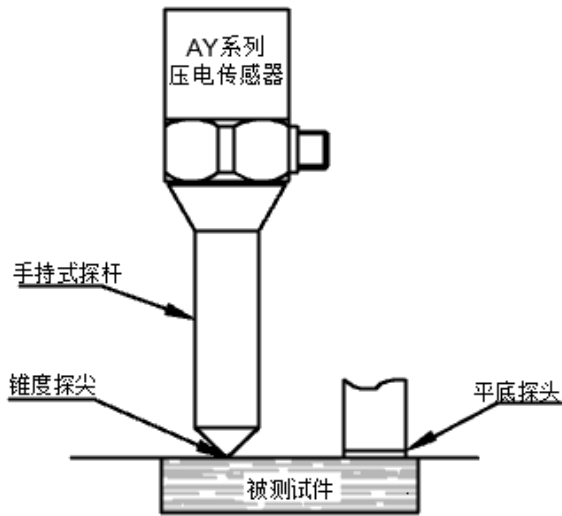
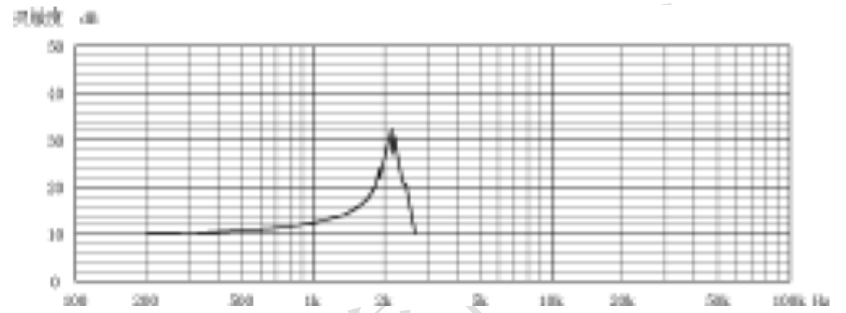

图 11 探针安装示意图
图 12 探针安装频响曲线图
(5) 探针安装：当因测试表面狭小等，不能采用以上较为可靠的安装方法时或对设备进行快速巡检时，手持探针安装是一种方便的安装方法。由于这种安装方法安装谐振频率低，所以，仅能用于低于 1000Hz 的测试。探针安装示意图及频响曲线图如图 11、图 12 所示：